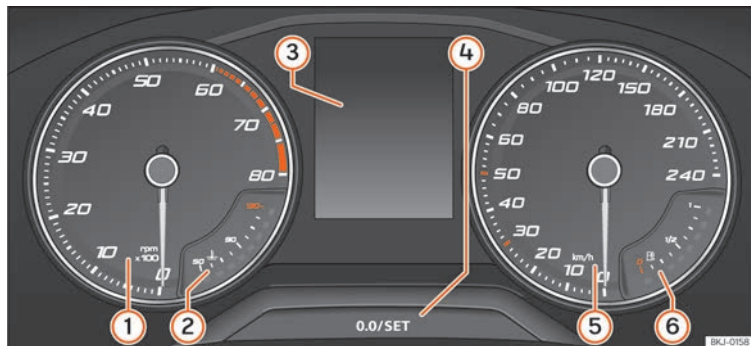

Abb. 66 Display des Kombi-Instruments in der Instrumententafel.
»» **Abb. 66:**
- Drücken Sie kurz die Taste **0.0/SET** »» **Abb. 66** Ⓛ, um den Tageskilometerzähler auf 0 zurück zu setzen.